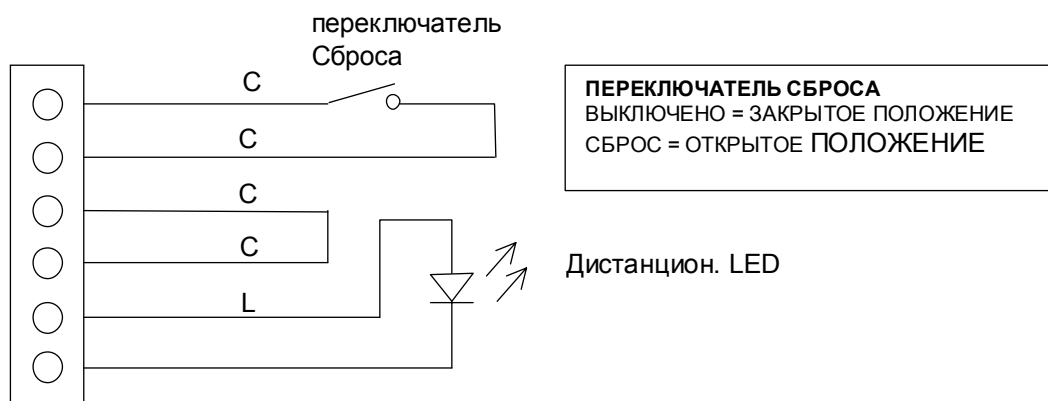

Рис. 14 Подсоединение проводов вспомогательных устройств
**Связь+/-** для подвода энергии 10В через сопротивление **1К** к дистанционному переключателю **Сброс/Выкл.** при подключении, как показано на Рис.14.
- с) Произведите подсоединение проводов Сброса, LED индикаторов и Связи согласно вашим требованиям или как показано на Рис. 14.